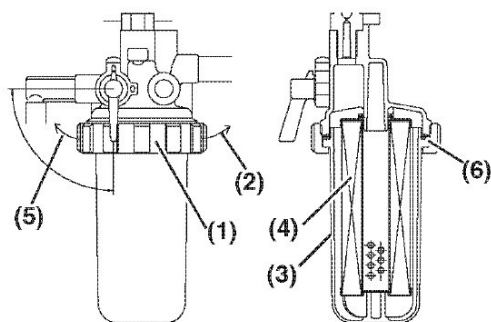

Abb. 38: Brennstofffilter
Schritt 1: Einen zugelassenen Behälter unter das Gehäuse (Abb. 38, Pos. 1) des Kraftstofffilter/Wasserabscheiders stellen, um Verunreinigungen aufzufangen.
Schritt 2: Den Kraftstoffhahn (Abb. 38, Pos. 3) schließen (Abb. 38, Pos. 2).
Schritt 3: Sicherungsring (Abb. 38, Pos. 4) nach links (Abb. 38, Pos. 9) drehen.
Schritt 4: Filtergehäuse (Abb. 38, Pos. 1) vorsichtig entfernen. Haltefeder (Abb. 38, Pos. 6) und Schwimmer (Abb. 38, Pos. 7) aus dem Gehäuse entfernen. Den Kraftstoff in einen zugelassenen Behälter gießen und ordnungsgemäß entsorgen. Die Unterkante des Filtergehäuses mit einem Werkstatdtuch festhalten, um Tropfen des Kraftstoffs zu verhindern. Verschütteten Kraftstoff unverzüglich aufwischen.
Schritt 6: Das Filtersieb (Abb. 38, Pos. 19) nach unten ziehen, um es zu entfernen.
Schritt 8: Den Zustand des O-Rings (Abb. 38, Pos. 11) untersuchen. Bei Bedarf austauschen.
Schritt 9: Schwimmer (Abb. 38, Pos. 7) und Haltefeder (Abb. 38, Pos. 6) ins Gehäuse setzen.
Schritt 10: Das Filtergehäuse an Befestigungsflansch (Abb. 38, Pos. 8) anbringen und den Sicherungsring (Abb. 38, Pos. 4) nach rechts (Abb. 38, Pos. 5) drehen. Nur handfest anziehen.
Schritt 11: Kraftstoffhahn (Abb. 38, Pos. 3) öffnen.